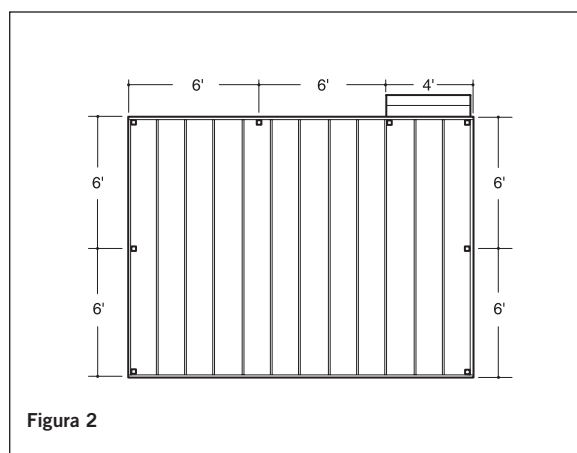

Figura 2
Paso 1 Determine la cantidad necesaria de postes de barandal para su terraza. El espaciamiento entre postes es de 6' medido de centro a centro. Ejemplo: Una terraza de 12x16 sujeta a una construcción con una abertura de acceso de 4' a un lado requerirá de un total de ocho postes (Figura 2).